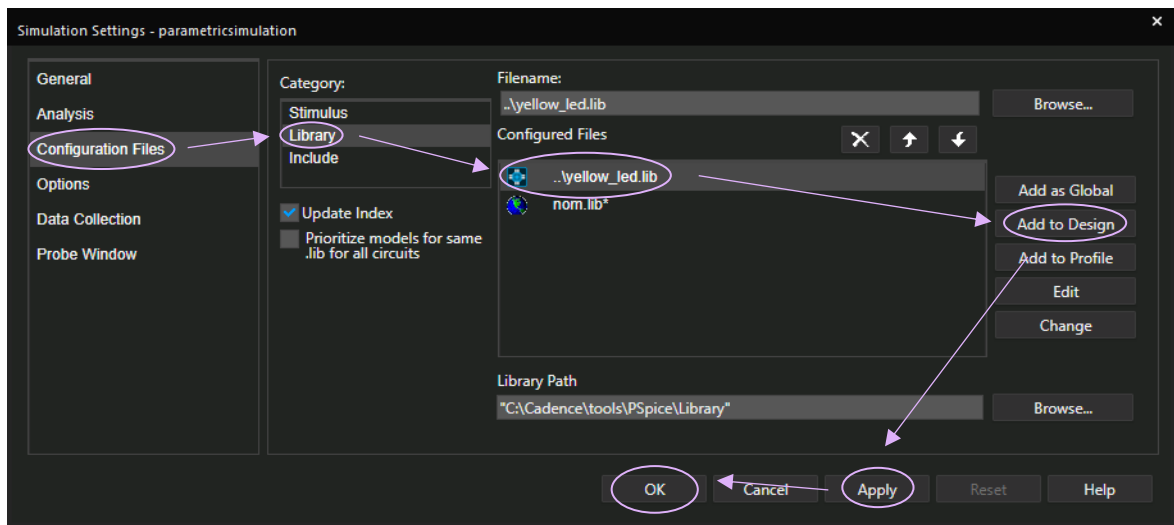

Figura 22. Configuration Files
- În profilul de simulare, în secțiunea *Configuration Files* selectând Library din Category voi adăuga fișierul .lib ➡ Add to Designs ➡ Apply ➡ OK. În Figura 22. am prezentat mai explicit pașii.